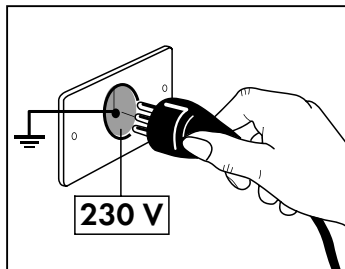

Abb. 1
- Die elektrische Anlage muss laut den geltenden Vorschriften geerdet und mit einem Schutzschalter versehen sein (230 V 50 Hz) **(Abb. 1)**.